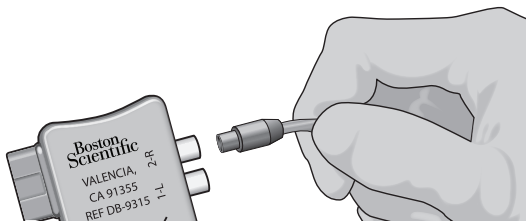

Рис. 9. Подключение кабеля для операционной 1 x 8 к внешнему пробному стимулятору 2 и адаптеру ETS
4. Подключите кабель для операционной к разъему адаптера ETS с маркировкой 1-L (рис. 9). Если используются два отведения для ГСМ, подключите левое к разъему 1-L, а правое – к разъему 2-R.